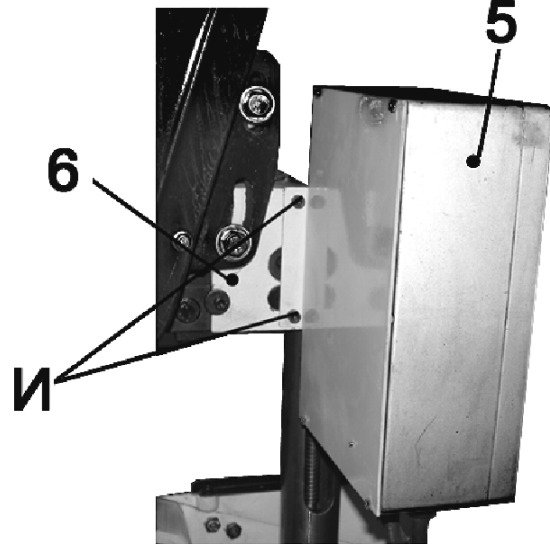

Рис. 5
11.2. Станок оборудован патрубками пылеотводов (15) и (16), Рис.5, для удаления стружки и древесной пыли, к которым перед началом работы необходимо подсоединить и закрепить шланги пылесоса для сбора стружки и древесной пыли (см. раздел 12).